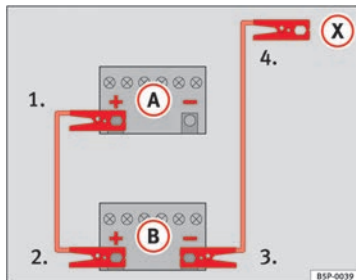
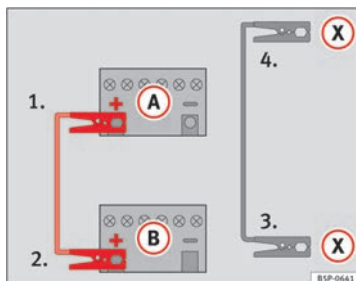

Abb. 131 Anschlussschema für Fahrzeuge ohne Start-Stopp-System.
Abb. 132 Anschlussschema für Fahrzeuge mit Start-Stopp-System.
- Klemmen Sie ein Ende des *roten* Starthilfekabels an den Pluspol (+) des Fahrzeugs mit der entladenen Fahrzeugbatterie (A) an $\Rightarrow$ Abb. 131.
- Klemmen Sie das andere Ende des *roten* Starthilfekabels an den Pluspol (+) des stromgebenden Fahrzeugs (B) an.
- Klemmen Sie ein Ende des *schwarzen* Starthilfekabels an den Minuspol (-) des stromgebenden Fahrzeugs (B) $\Rightarrow$ Abb. 131.
- Klemmen Sie das andere Ende des *schwarzen* Starthilfekabels (X) im Fahrzeug mit der entladenen Batterie an ein mit dem Motorblock verschraubtes massives Metallteil oder an den Motorblock selbst, aber an einer weit von der Batterie (A) entfernten Stelle an.
- Klemmen Sie ein Ende des *roten* Starthilfekabels an den Pluspol (+) des Fahrzeugs mit der entladenen Fahrzeugbatterie (A) an $\Rightarrow$ Abb. 132.
- Klemmen Sie ein Ende des *schwarzen* Starthilfekabels (X) an einen geeigneten Masseanschluss, ein massives, fest mit dem Motorblock verschraubtes Metallteil oder an den Motorblock selbst an $\Rightarrow$ Abb. 132.
- Klemmen Sie das andere Ende des *schwarzen* Starthilfekabels (X) im Fahrzeug mit der entladenen Batterie an ein mit dem Motorblock verschraubtes massives Metallteil oder an den Motorblock selbst, aber an einer weit von der Batterie (A) entfernten Stelle an. $\blacktriangleright$